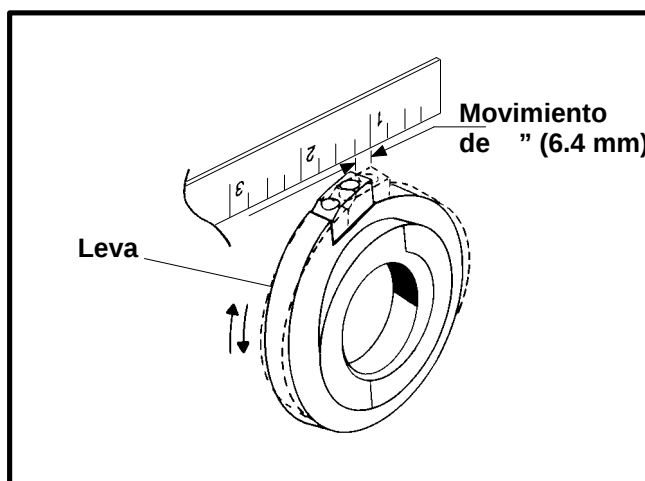

Figura 20
3. Levante el estérter de tal manera que no interfiera con el movimiento de la leva. Ajuste la tuerca lo suficientemente que pueda permitir que la leva se mueva de atrás para adelante aproximadamente $\frac{1}{4}$ " (6.4 mm). Usando una cinta métrica (o regla) verifique el movimiento de $\frac{1}{4}$ " ilustrado en la Figura 20. Asegúrese de que el estérter no interfiera con la parada de la leva.